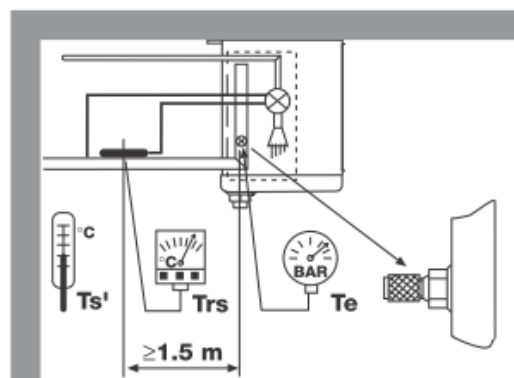

Fig. 3
- Il manometro per le verifiche (Te, fig. 3); gli apparecchi sono muniti di apposita valvola per attacco del manometro. Alla fine di questa operazione rimontare le coperture laterali.
- La tubazione di scarico dell'acqua (F) al tubo di scarico della bacinella (G).
- Pressure checks (Te, fig. 3); all units are fitted with a schrader valve on the suction pipe, so that the suction pressure can be measured for correct operation. When all connections and adjustments have been made refit both side panels
- The water drain tubing connection (F) to drain pan tube (G).
- Prüfmanometer (Te, Fig. 3); Die Luftkühler sind mit einem Schraderventil ausgestattet, wo ein Prüfmanometer angeschlossen werden kann. Zuletzt sind die Seitenteile wieder zu montieren.
- Tropfwasseranschluß (F) an den Ablaufstutzen (G).